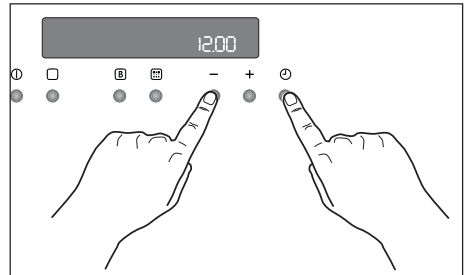

Abb. 15
2. Drücken Sie die Tasten  und “-” gleichzeitig. Ein kurzer Signalton ertönt und auf dem Display wird 12:00 eingeblendet (Abb. 15).